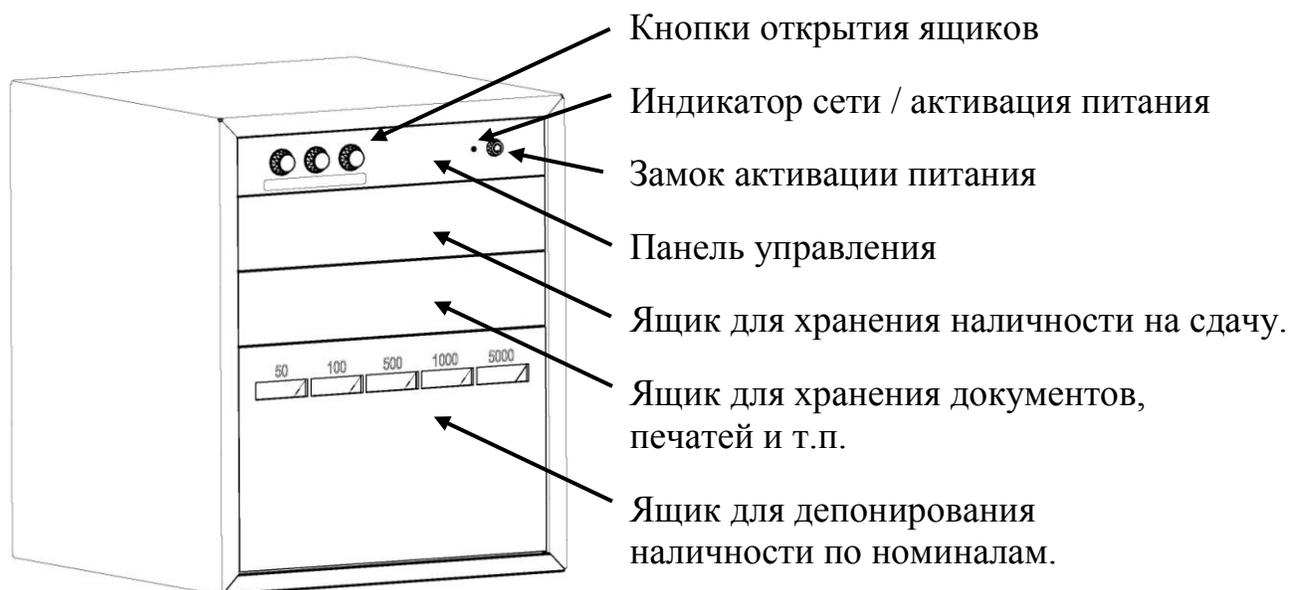

Рис. 1 Общий вид.
Общий вид и основные элементы управления приведены на рис.1.
2. Подключите сетевую кабель к блоку питания, затем низковольтный разъем блока питания воткните в гнездо, расположенное на задней стенке темпокассы (рис.2), при этом на панели управления красным цветом загорится индикатор сети (рис.1).